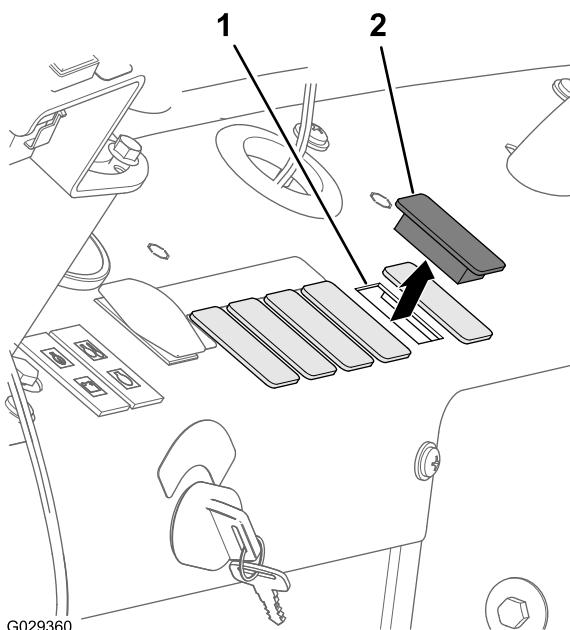
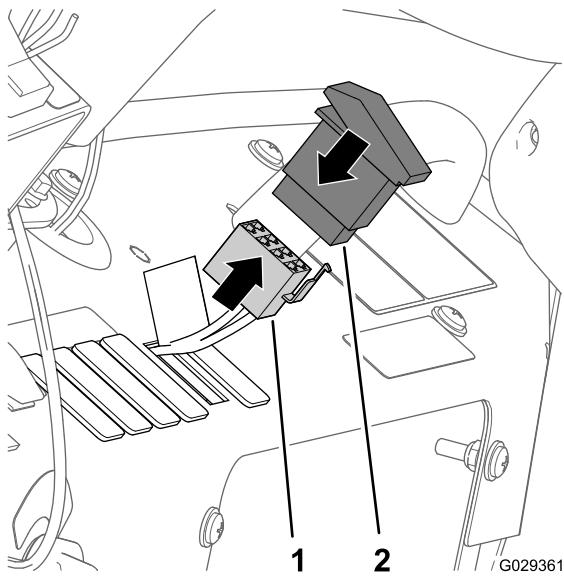

Figura 27
Figura 28
1. Retire a quinta tomada à direita no painel de instrumentos da máquina (Figura 27).
2. Alinhe o conector de 8 tomadas através da abertura no painel de instrumentos e ligue o conector (Figura 28) aos pinos na parte de trás do interruptor oscilante de 2 posições (interruptor de LIGAR/DESLIGAR COMPRESSOR).
3. Monte o interruptor no painel de instrumentos e pressione-o até ficar bem preso na abertura (Figura 27 e Figura 28).